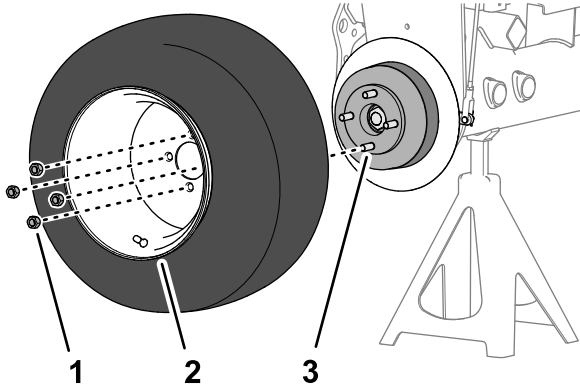

Figure 62
1. Retirez les 4 écrous qui fixent la roue avant au moyeu, et déposez la roue (Figure 62).